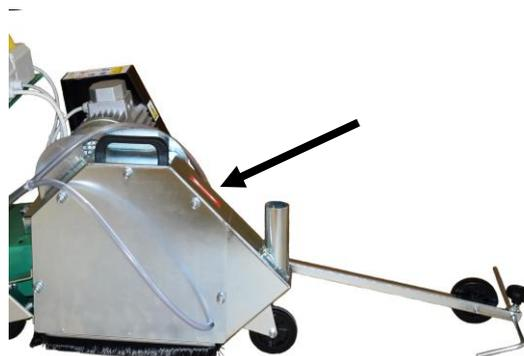

Figura 5-4
- Verificare che il senso di rotazione dell'utensile sia quello indicato dalla freccia rossa sul carter per evitare danni al disco e all'operatore (vedi Figura 5-4).